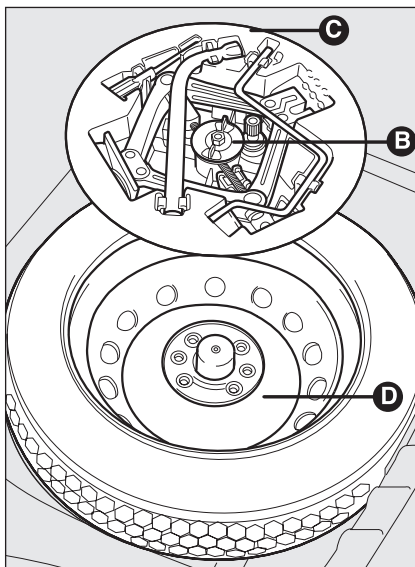

fig. 4
- desaperte o fixador **B-fig. 4**;